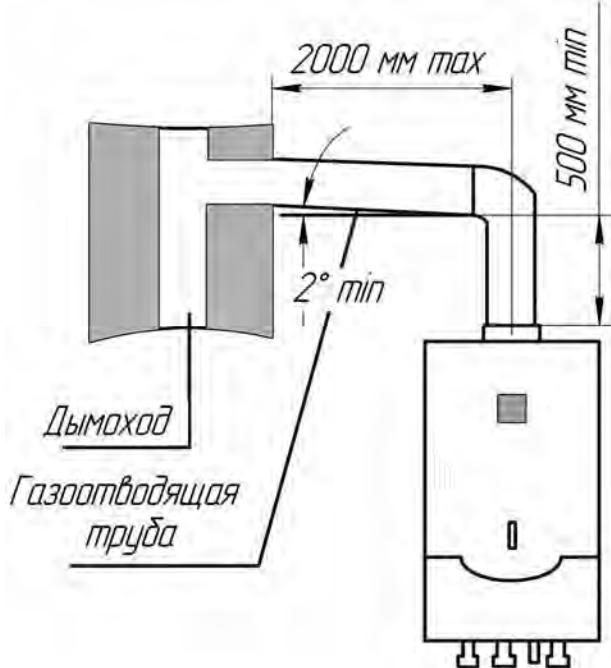

Рис. 2. Подключение аппарата к дымоходу.
11.1 Наиболее распространенная схема подсоединения газоотводящей трубы представлена на рис.2.
12.3 Для аппаратов по рис. 2б и 4 степень зарядки ба тареек можно контролировать по LCD дисплею.